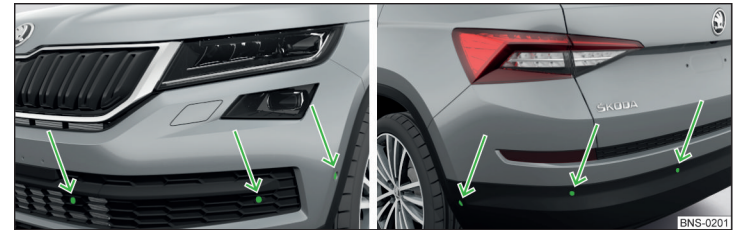

Abb. 266 Verbauort der Sensoren auf der linken Fahrzeugseite: vorn / hinten
- Die Systemsensoren » **Abb. 266** auf Seite 231 sauber, schnee- sowie eisfrei halten und mit keinerlei Gegenständen abdecken, anderenfalls kann die Systemfunktion eingeschränkt sein.
Das System berechnet mithilfe von Ultraschallwellen den Abstand zwischen dem Stoßfänger und einem Hindernis. Die Ultraschallsensoren befinden sich je nach Fahrzeugausstattung im hinteren bzw. auch im vorderen Stoßfänger » **Abb. 266**.